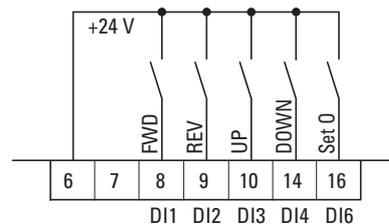

Abbildung 76: Motorpotentiometer für beide Drehrichtungen
- ▶ Stellen Sie zur Aktivierung des Motorpotentiometers gemäß Abbildung 76 die nachfolgenden Parameter ein:
- P3.2 = 1 Start FWD, Steuerklemme 8, DI1 (WE)
- P3.3 = 2 Start REV, Steuerklemme 9, DI2 (WE)
- P3.9 = 0 Abschalten der Funktion „FF1 = Festfrequenz Binärwert B0“ (WE), Steuerklemme 10, DI3
- P3.10 = 0 Abschalten der Funktion „FF2 = Festfrequenz Binärwert B1“ (WE), Steuerklemme 14, DI4
- P3.12 = 0 Abschalten der Funktion „PI-OFF“ (WE), Steuerklemme 16, DI6
- P3.18 = 3 Motorpotentiometer, Wert erhöhen (UP) über Steuerklemme 10, DI3